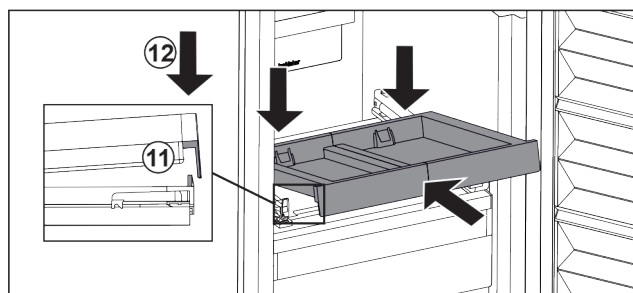

Fig. 88
- ▶ Vstavite jo v poševnem položaju. Pazite, da je nastavek na obeh straneh za jezičkom. Fig. 88 (11)
- ▶ Izvlečno polico odložite spredaj. Fig. 88 (12)